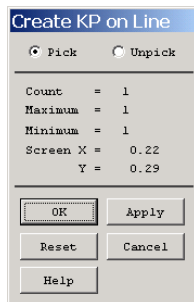

图3.7 在线上定义关键点
(1) 以上已经定义了两个关键点，把这两个关键点连起来就生成了线。用户可以直接在输入窗口中输入以下命令：L,1,2。关于线定义的 GUI 操作，将在下一小节中详细介绍。
(2) 单击 **Main Menu> Preprocessor> Modeling> Create> Keypoints> On Line** 菜单，弹出图形拾取对话框。用鼠标在视图窗口中单击选中刚才生成的线，然后单击【OK】按钮。接着弹出如图 3.7 所示的对话框，此时在线上任一点单击鼠标，即可在单击的位置生成一个关键点。这个关键点的编号为 3。